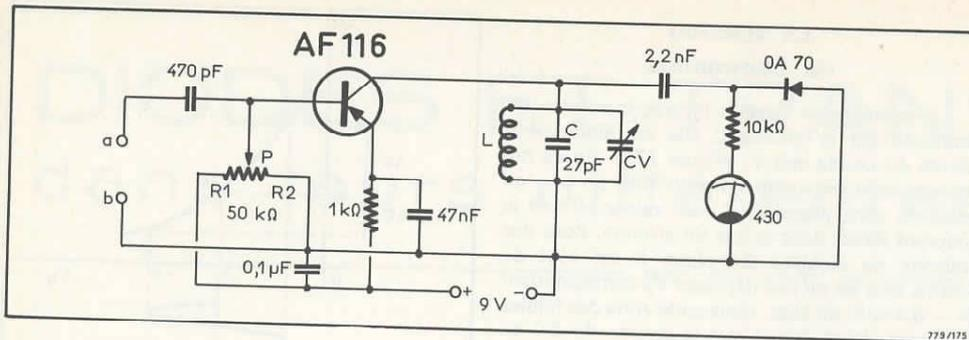

Fig. 175
**Circuit accordé de contrôle.** Le schéma de ce dispositif est donné figure 175 il s'agit d'étage amplificateur équipé d'un transistor AF 116 dont le collecteur est chargé par un circuit résonnant LC. La valeur de la tension haute fréquence est mesurée avec un voltmètre très simple constitué par une diode OA 70; le courant redressé agit sur un contrôleur Métrix 430 placé sur la position 50 microampères. La tension issue d'un générateur est appliquée aux bornes a b.